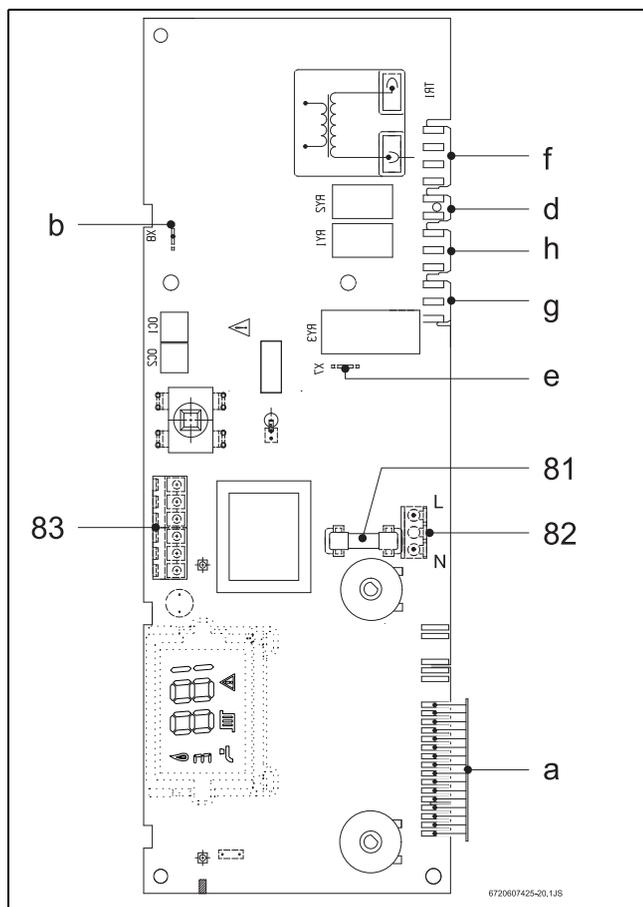

Рис. 17
- ▶ Удалить перемычку между 1 - 4 (рис. 17, поз. 83).